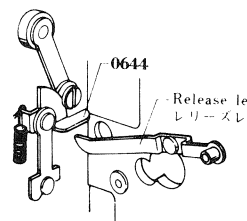

Fig. 23
- 2) Place 0650 on this side (film side) of 0652. See Fig. 23.
- 2) 0650が0652の手前側（フィルム側）にあること。Fig. 23参照。